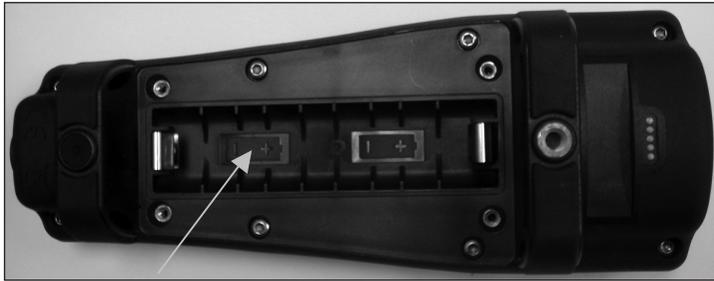

Abbildung 1. Pro2030 mit abgenommener Batterieabdeckung.
4. Legen Sie die neuen Batterien ein, wobei auf die Ausrichtung der Polarität zu achten ist (Abbildung 1).